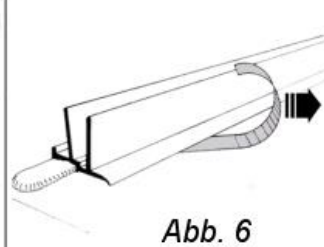

Abb. 6
7. Entfernen Sie den Schutzstreifen unter der LEISTE 1 durch herausziehen der vorher untergefalteten Enden in Abständen von 8" (20cm) und drücken dabei die Vorderseite der LEISTE 1 fest herunter um diese zu fixieren. Wiederholen Sie dies mit den verbleibenden LEISTEN 1(Abb. 6)